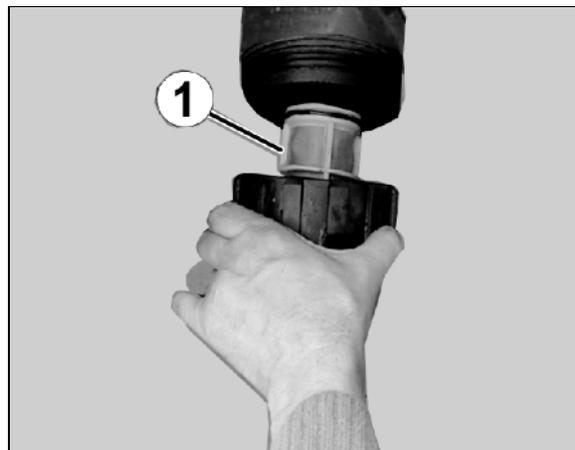

Fig. 144
- Limpiar diariamente el filtro de aspiración (Fig. 144) después de limpiar la pulverizadora de campo.
- Engrase la junta tórica debajo del filtro de aspiración (Fig. 144/4).
1. Soltar la tapa del filtro de aspiración (Fig. 144/2).
2. Retirar la tapa con filtro de aspiración (Fig. 144/3) y limpiar con agua.
5. Soltar la tapa del filtro de aspiración (Fig. 144/2).
6. Accionar la válvula de descarga del filtro de aspiración (Fig. 144/1).
7. Retirar la tapa con filtro de aspiración (Fig. 144/3) y limpiar con agua.